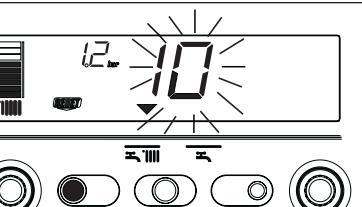

Рис. 70
2) Отображается только символ (рис. 70)